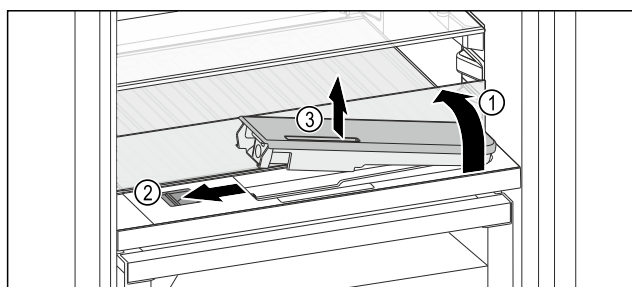

Fig. 124
- ▶ Skleněnou desku nadzvedněte a zaklapněte dozadu až na doraz Fig. 124 (1).
- ▶ Posuvník Fig. 124 (2) posuňte doleva.
- ▶ Vyjměte nádržku na vodu Fig. 124 (3).